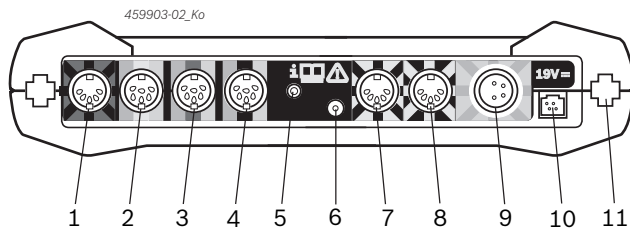

Fig. 2: Painel de conexão FSA 500 (de baixo)
Ligação, ver fig. 2, pos. 6.
5. Ligar os sensores nos alojamentos previstos da unidade de medição (ver fig. 2).